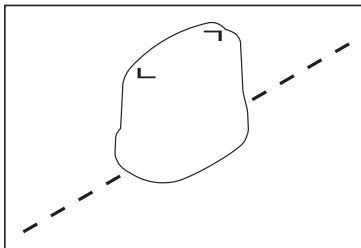

Abb. 25: Ausrichtung des Generators zur Leitung beim indirekten Besenden
1. Positionieren Sie den Generator mit seiner Längsachse parallel über der zu ortenden Leitung (Abb. 25).